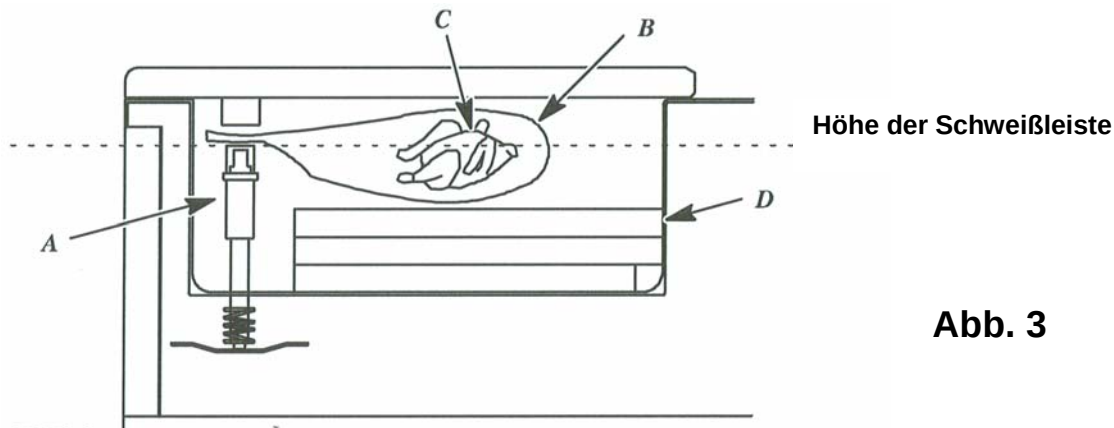

Abb. 3
Für ein korrektes Einlegen des Beutels ist die Abbildung 3 zu beachten.
- Nach erfolgter Einstellung aller gewünschten Regulierungen (siehe Programmwahl) den Beutel gemäß der Beschreibung von Abbildung 3 in die Kammer einlegen.
- Nach erfolgter Einstellung aller gewünschten Regulierungen (siehe Programmwahl) den Beutel gemäss der Beschreibung von Abbildung 3 in die Kammer einlegen
- Mit der Taste STOP (F) wird der Arbeitsablauf sofort unterbrochen, und der Beutel wird automatisch versiegelt. Diese Funktion ist besonders wichtig, wenn flüssige Produkte verpackt werden, da diese während der Vakuumierung versieden und somit aus dem Beutel weichen könnten.